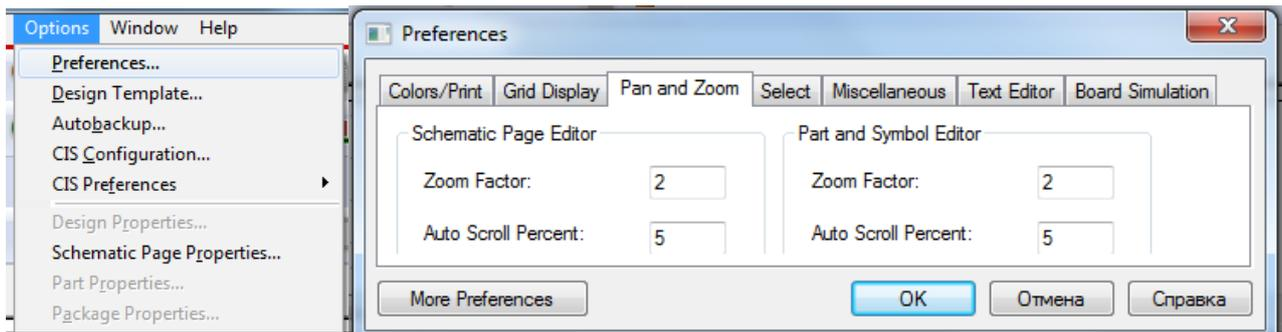

Рис. 1.37
1. Выберите Options - Preference, затем выберите вкладку Pan and Zoom (Рис. 1.37).